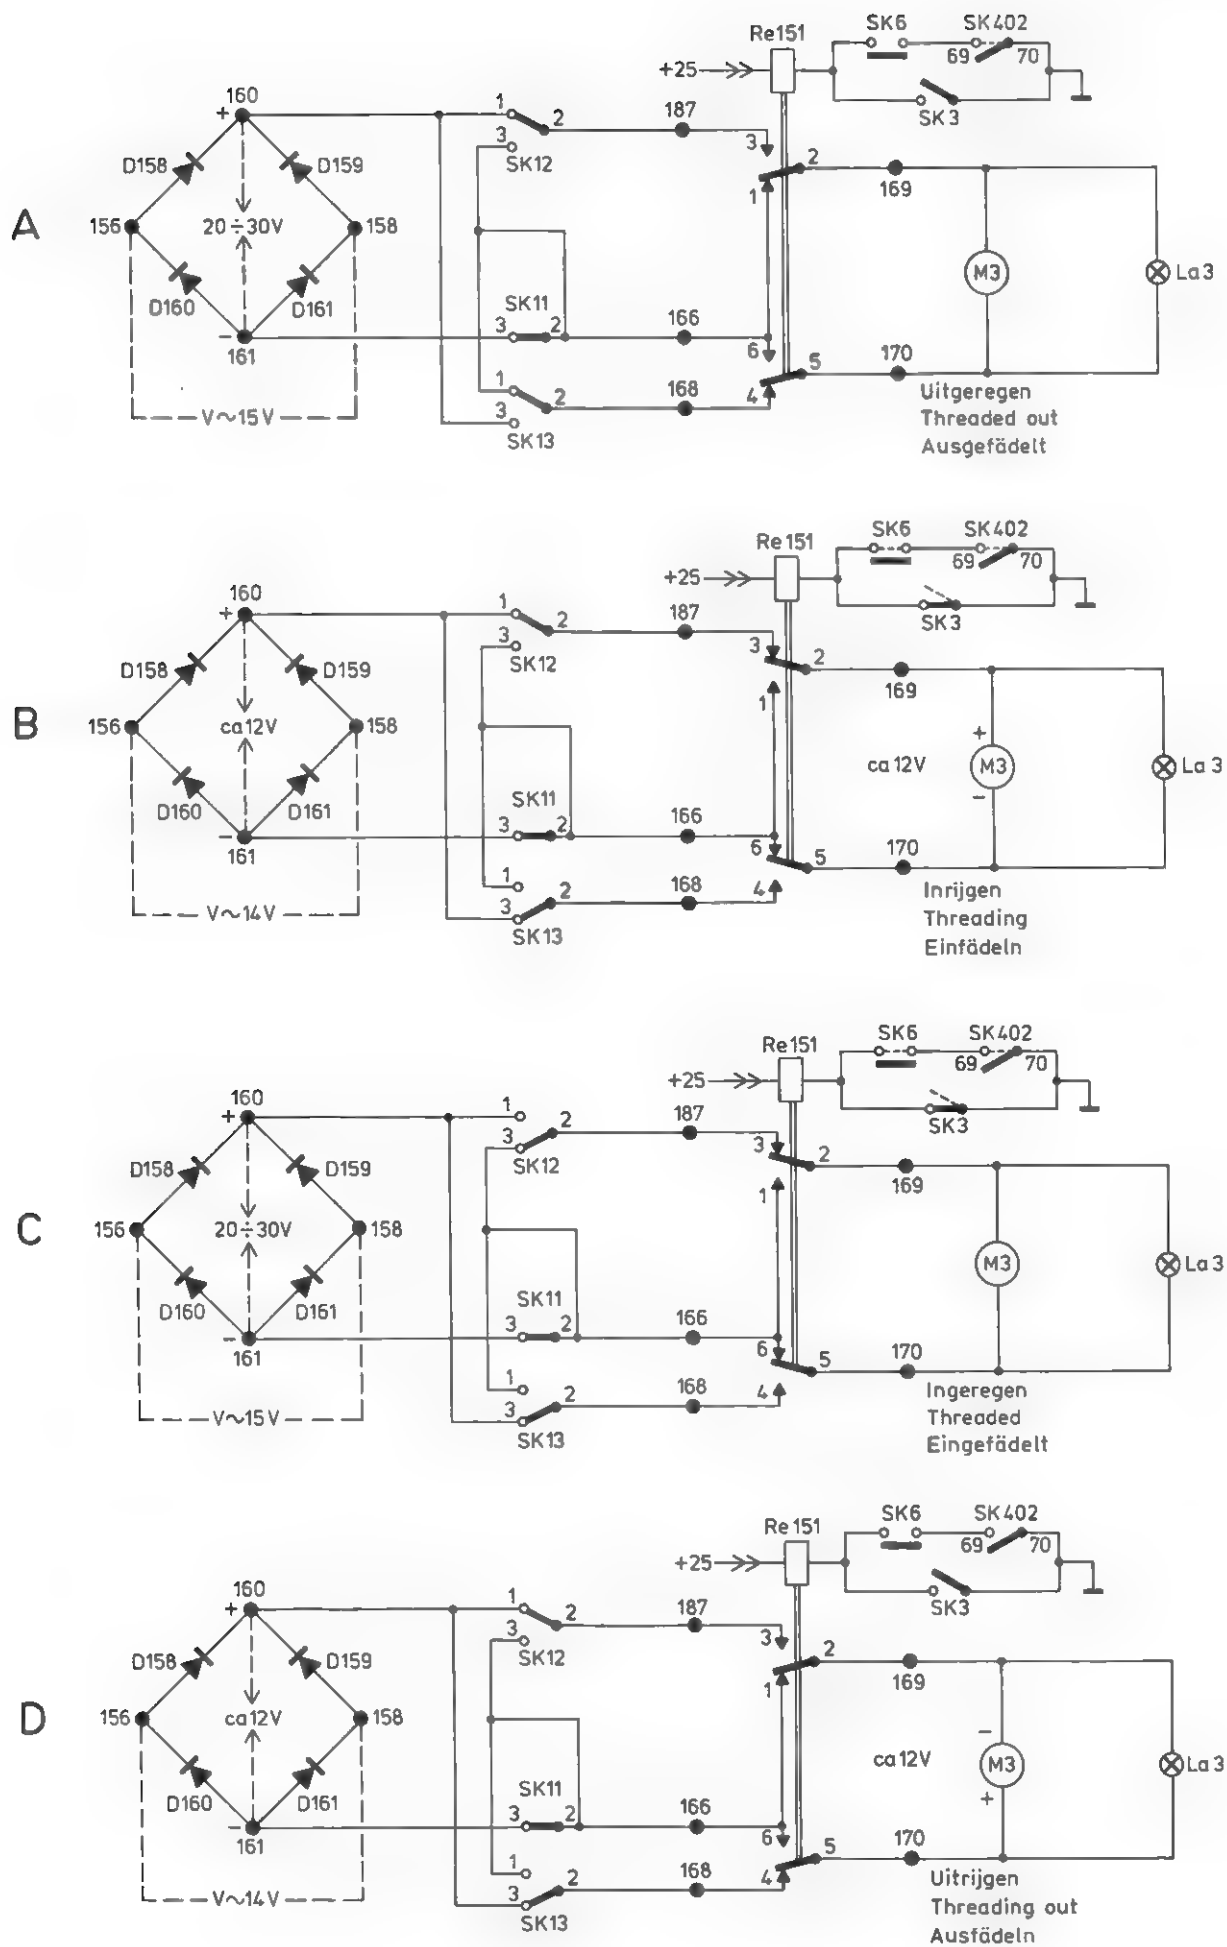

Fig. 3
4. Cassettehouder geblokkeerd:	Kontroleer of de tape goed wordt uitgeregen. Beugel 168 moet in uitgeregen toestand in uitsparing onder koppentrommel vallen. Zie ook 2-b-2 en fig. 3.